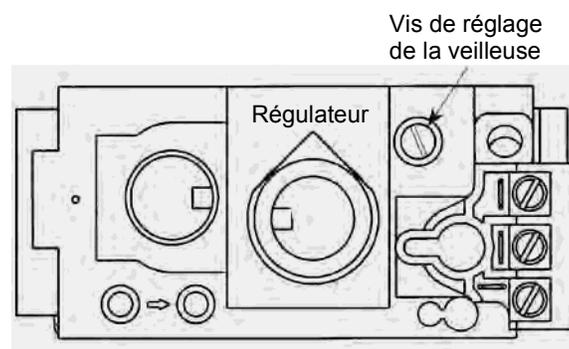

Figure 49. Réglage de veilleuse à la valve de contrôle et bouton du régulateur de gaz.
2. FLAME PILOT : Vous pouvez surveiller la flamme pilote derrière le brûleur dans la découpe sous le rondin arrière. Voir fig. 48, pg. 25. La flamme du pilote doit être constante, et non pas soulever ou flotter. La flamme doit être de couleur bleue autour du capot du pilote, avec des traces de jaune vers les bords extérieurs. La flamme pilote devrait englober le thermocouple et le thermopile et se projeter du capot pilote vers les ports de report du brûleur. Ajuster l'intensité de la flamme du pilote à l'aide de la vis d'ajustement située à droite du bouton de régulateur de la soupape. Voir fig. 49.